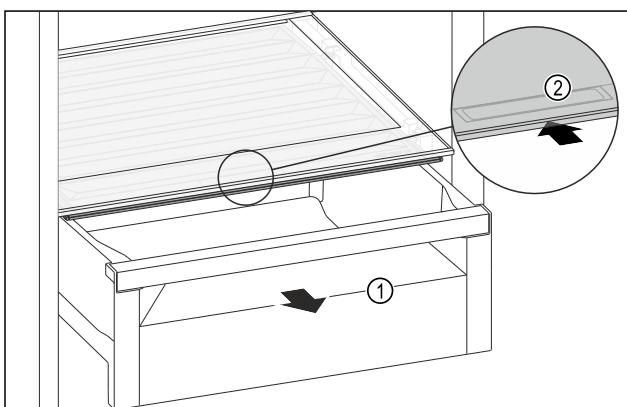

Fig. 124
- Retirer le tiroir Fig. 124 (1).
- Saisir la poignée encastrée Fig. 124 (2) du couvercle du compartiment et pousser le couvercle du compartiment vers l'arrière.